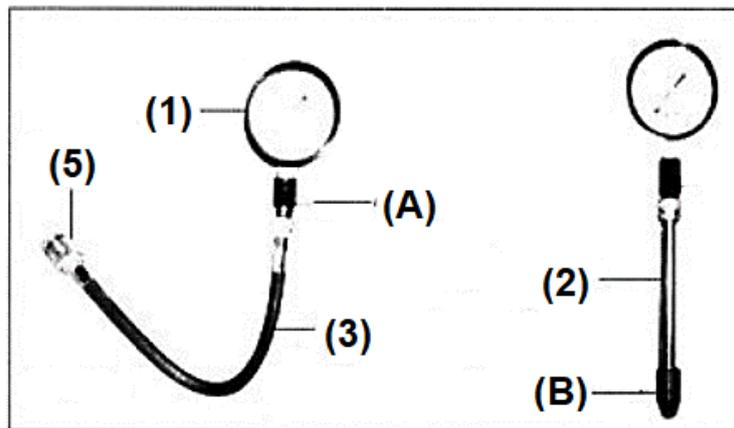

Figure 1
2. Le compressiomètre a un raccord pour adaptateur (**2**) à cône en caoutchouc qui peut être utilisé sur tous les types de trous de bougies d'allumage. Il a également un raccord de tuyau (**4**) qui peut être utilisé sur les trous de bougies d'allumage de 14 mm et de 18 mm (voir fig. 1).
5. Fixez ou le raccord pour adaptateur (2) ou le tuyau (3) ainsi que le raccord du tuyau (5) au manomètre (1) (voir fig. 1).
- Pour le nettoyage**, utilisez un chiffon propre et un détergent doux. N'employez pas les solvants car ceux-ci pourraient endommager le compressiomètre. Ne plongez pas le manomètre (**fig. 1/3, 1**) dans des liquides. Stockez le compressiomètre dans un endroit sûr et sec hors de la portée des enfants ou d'autres personnes non autorisées.